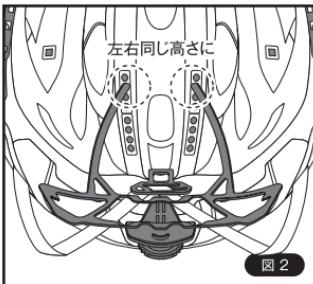

図2
- ②左右のアームをそれぞれ同じ高さに揃え、穴に押し込みます。（図2）